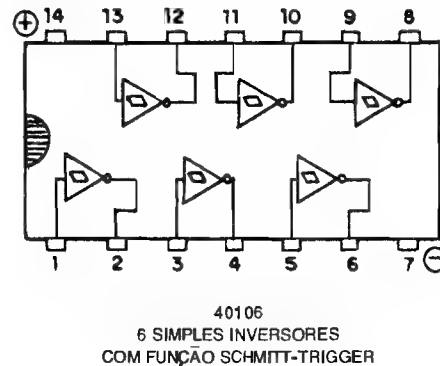

Fig.3
- FIG. 3 - 40106 (6 simples inversores, com função S.T.) - Igual, em termos lógicos e em equivalência de pinagem, a um sêxtuplo inversor como o já visto 4069 (ARQUIVO TÉCNICO de ABC nº 20), o 40106 difere unicamente pelas suas funções **Schmitt Trigger**.